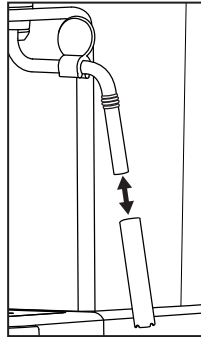

Bild 3
- 5) Dra av mjölkskummarens **10** hölje (bild 3) och rengör det noga i varmt vatten.
- 7) Sätt tillbaka höljet över mjölkskummarens 10 munstycke igen (bild 3).